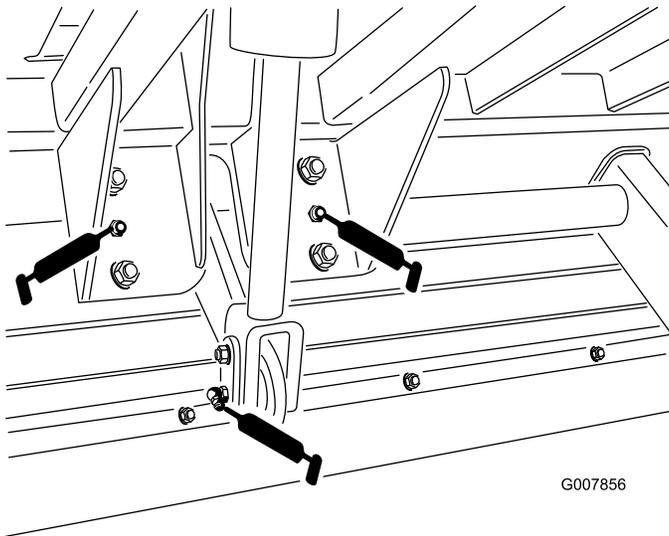

Bild 39
- Hubzylinder, Anzahl 2 (Bild 39 & Bild 42)
- Hubachse, Anzahl 2 (Bild 39)